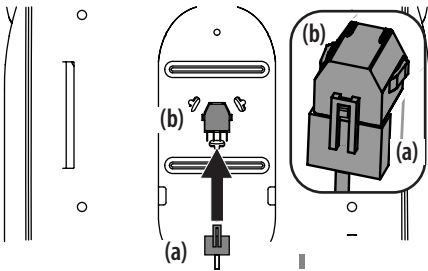

Figura 6
3. Si es necesario, conecte el arnés de cables del interruptor del asiento (a) al interruptor del asiento (b). Consulte la Figura 6. Sujete el cable sobrante alejado de los puntos de apriete antes de continuar.